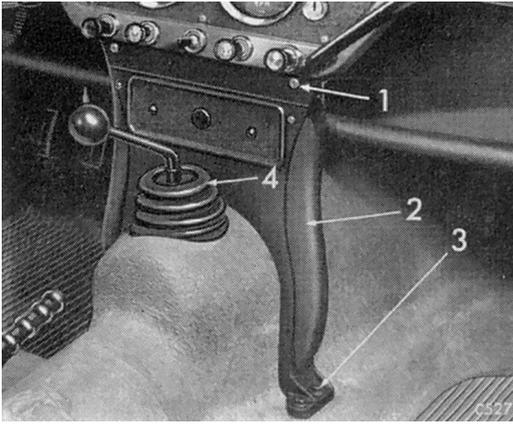

Fig. 2.
En se référant à la Fig. 2, dégager le support (2) - monté sur le modèle Spitfire uniquement - en enlevant les boulons (1) et (3) et en détachant le câble d'entraînement du compte-tours à l'instrument.